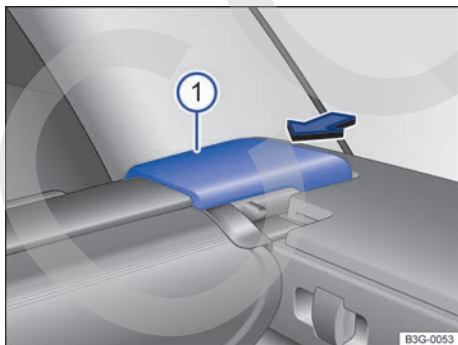

Fig. 187 En el maletero: desmontar la cubierta del maletero.
- Presione el soporte de la cubierta → **fig. 187** **1** en el sentido de la flecha y manténgalo en esta posición.
- Suelte el soporte de la cubierta → **fig. 187** **1**.
- Presione el soporte de la cubierta → **fig. 187** **1** en el sentido de la flecha y coloque la cubierta en el alojamiento derecho del guarnecido lateral.